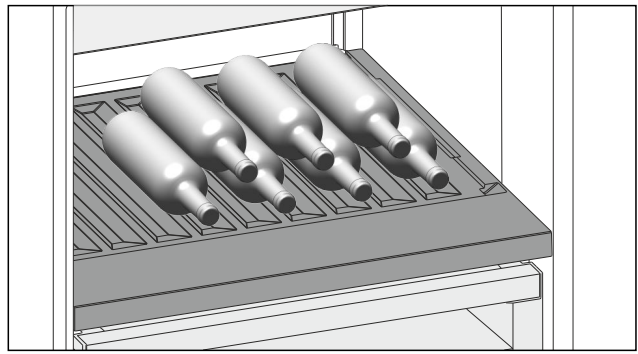

Fig. 142
- ▶ Inserire le bottiglie con il fondo rivolto verso la parte posteriore. (vedere Fig. 142)